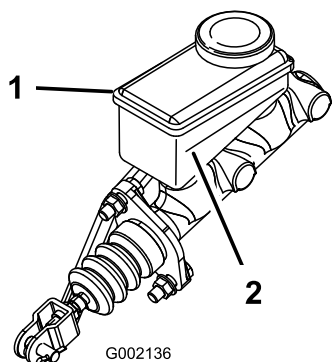

**Figura 67**
4. Eleve novamente o capot para aceder ao cilindro principal do travão e reservatório (Figura 67).
- A. Limpe a zona em redor da tampa do reservatório e retire-a (Figura 67).
- C. Coloque a tampa do reservatório (Figura 67).